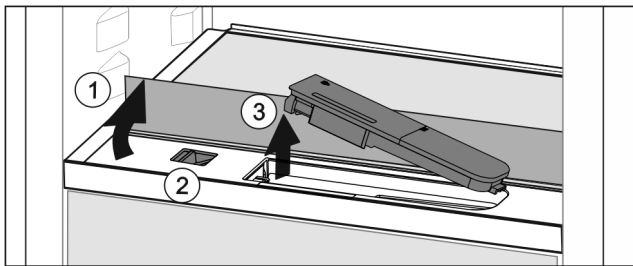

Fig. 120
- ▶ Поднять стеклянную панель и откинуть до упора назад Fig. 120 (1).
- ▶ Сдвиньте ползунок Fig. 120 (2) влево.
- ▶ Вынуть бак для воды Fig. 120 (3).